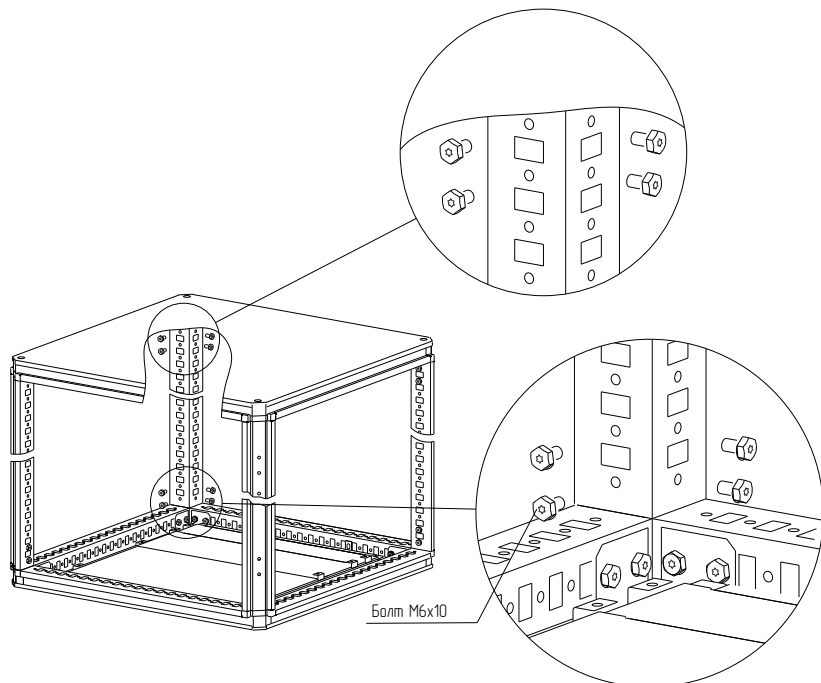

Рисунок 3
4.1.6 Закрепить стойки 1 профиля на основании и крышу на стойках 1 профиля болтами $M6 \times 10$. Момент затяжки – 10 Н·м (рисунок 3).